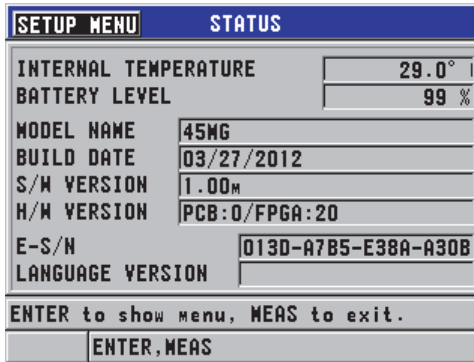

Figura 12-5 Exemplo da tela STATUS
2. No **SP MENU** (veja Figura 4-2 na página 55), selecione **STATUS** (veja Figura 12-5 na página 221).